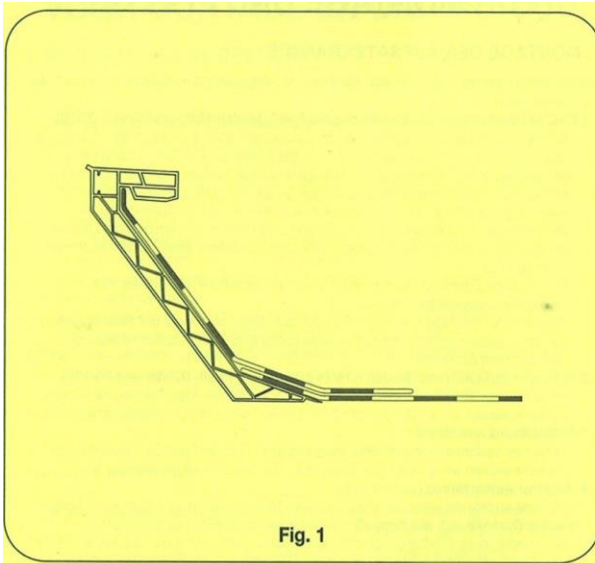

Fig. 1
- Skruva fast sargen i takkonstruktionen genom indikationslinjen på flänsen. Börja 7,5 cm från ändarna. CC-avståndet till de andra skruvarna får inte överstiga 30 cm. Vik upp takbeläggningsen på flänsen (se fig. 1). Se till att inte värma upp sargen utan endast membranet vid användning av öppen låga enligt figur 2.